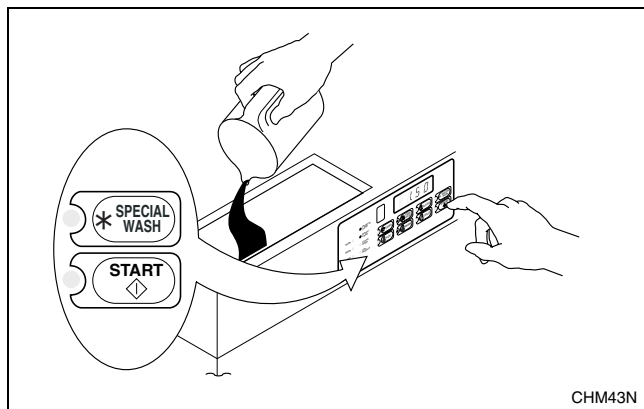

Figura 9
9. Agregue detergente y suavizador. Oprima la tecla de START (Arranque). Consulte la *Figura 9*.